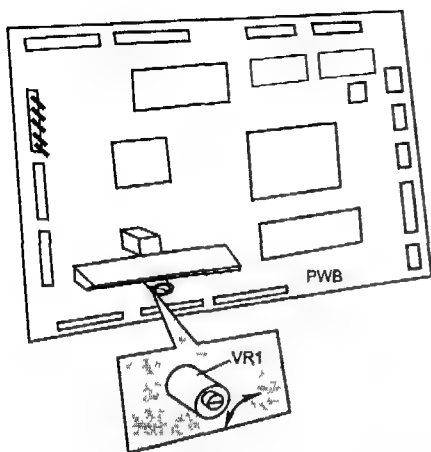

Рис. 146
4. Если необходимо, устанавливают напряжение экспозиции с помощью переменного резистора VR1, размещенного на основной плате электроники PWB (см. рис. 146). Вращение движка резистора по часовой стрелке делает копию светлее, против часовой стрелки — темнее.